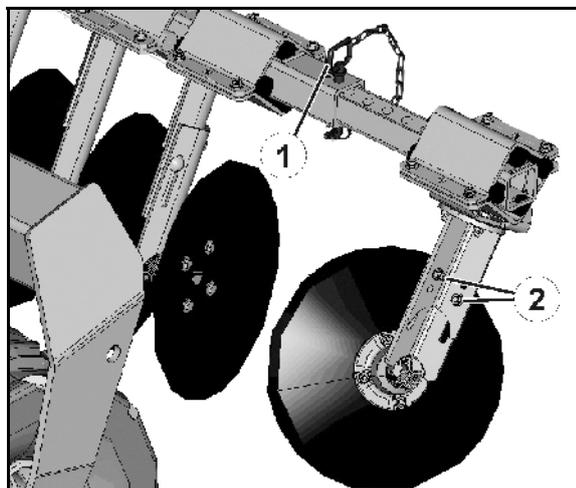

Fig. 59
2. Desserrez la goupille d'arrêt et retirez la cheville (Fig. 59/1).
2. Desserrez les raccords à vis (Fig. 59/2).